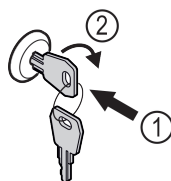

Fig. 170
- Πιέστε μέσα το κλειδί. Fig. 170 (1)
- Περιστρέψτε το κλειδί 90° δεξιόστροφα. Fig. 170 (2)